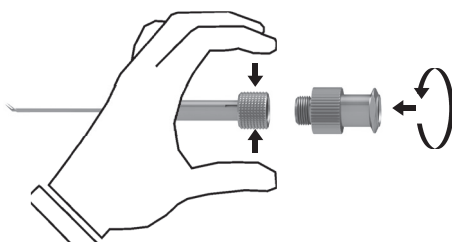

Abb. 3
- Montieren Sie den Reinigungsadapter G-39007 gemäß Abb. 3.
- Entfernen sie nach der Reinigung und Desinfektion den Reinigungsadapter in umgekehrter Reihenfolge (siehe Abb. 3).